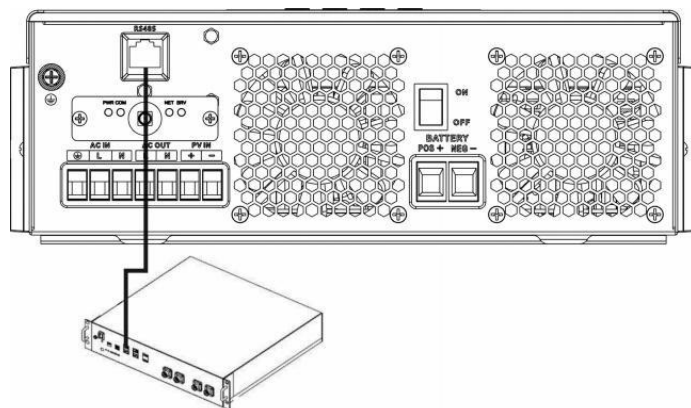

figure 1
Étape 1. Utiliser le Câble RS 485 à connecter onduleur et Lithium batterie comme figure 1.